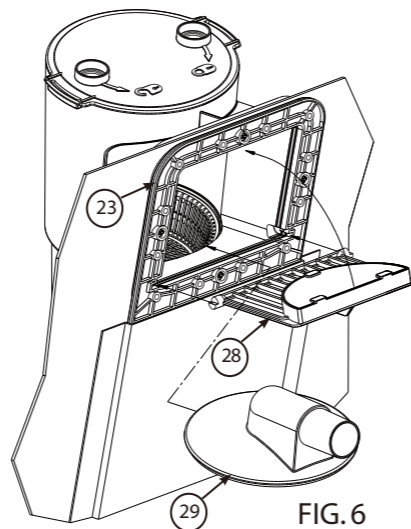

FIG. 6
le permite aspirar su alberca, vea parte # 29 FIG.6. el ADAPTADOR DE LA ASPIRADORA está incluido con la unidad del CONTENEDOR, sera necesario para usted que compre una Aspiradora, una manija para Aspiradora, y una manguera para Aspiradora de un distribuidor de albercas local; también los centros de mejoras al hogar, y las grandes tiendas de distribución algunas veces manejan este tipo de productos como de temporada y tienen precios de un rango de económico a de lujo.
C. Para instalar el ADAPTADOR DE LA ASPIRADORA apague su bomba, retire VERTEDERO parte # 28 FIG.6, vea la sección en la instalación del VERTEDERO, página 5 (paso E) y revierta el proceso bajando el VERTEDERO y deslizando a través de las aberturas en la CARA DE LA PLACA parte #23 mostrada en FIG. coloque el VERTEDERO en un lugar seguro porque usted necesitará reinstalarlo después de aspirar para que su desnatador opere apropiadamente.